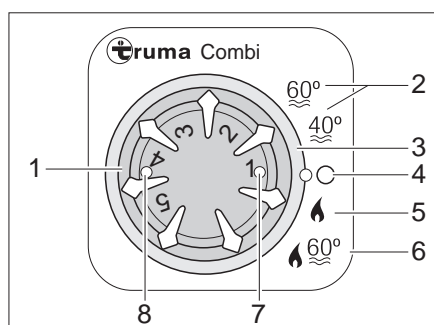

Bild 189 Kontrollenhet för värme/ varmvattenberedare
- Respektive driftläge ställer man in med hjälp av vridströmställaren (Bild 189,3).
Vinterdrift Värmesystemet väljer automatiskt rätt brännarsteg motsvarande inställd värmenivå. Vid driftstyp "värmesystem och varmvattenberedare" (Bild 189,6) värms även vattnet i varmvattenberedaren upp. Värmesystemet kan vara i drift med tom varmvattenberedare i driftstypen "värme utan varmvattenberedare" (Bild 189,5).
- Ställ temperaturvredet (Bild 189,1) på kontrollenheten till önskad värmenivå.
- Ställ vridomställaren (Bild 189,3) till vinterdrift "värme utan varmvattenberedare" (Bild 189,5) eller vinterdrift "Värme och varmvattenberedare" (Bild 189,6).
Den gröna kontrolllampan (Bild 189,7) lyser.
- Ställ vridströmställaren (Bild 189,3) i läge "O" (Bild 189,4).